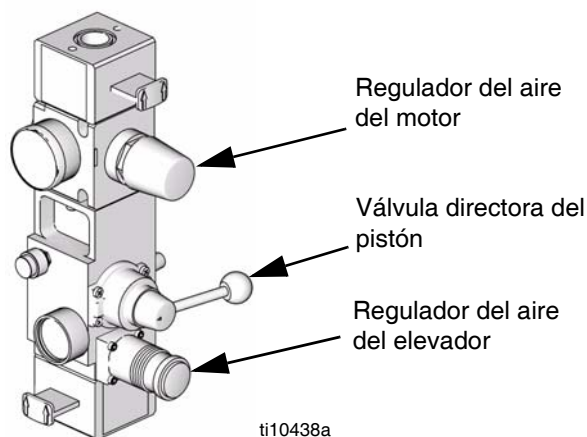

FIG. 7
10. Utilice el regulador del motor neumático (vea la FIG. 7) para controlar la velocidad de la bomba y la presión del fluido. Utilice la menor presión necesaria para obtener los resultados deseados. Presiones más altas pueden desgastar prematuramente la boquilla/la bomba.